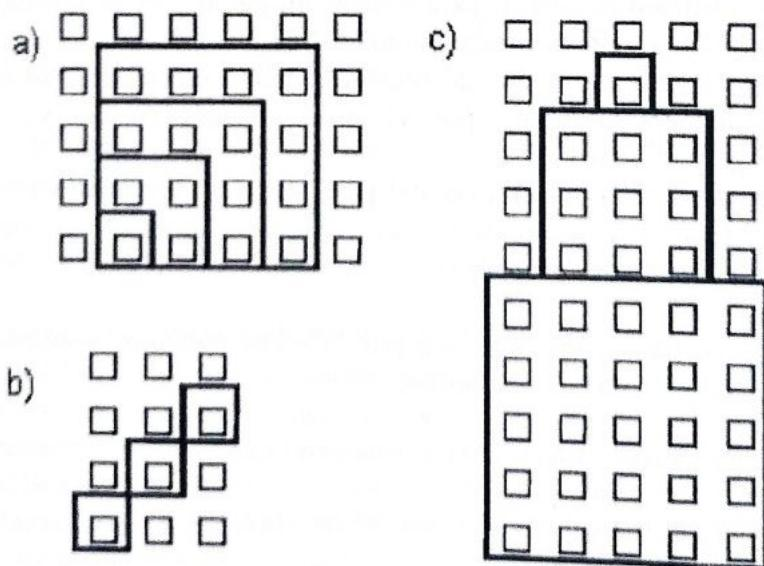

Figura 6.1: ¿Cómo se hace para que un mismo proceso sirva para realizar todos los cuadrados?
Analicemos la figura 6.1. En ella aparecen varios cuadrados de diferente tamaño. Básicamente, hay tres formas de resolver este tipo de problemas:
### Ejemplo 6.1: Programe al robot para que realice el recorrido a) de la figura 6.1.
Cuando el proceso cuadrado sea invocado y reciba en *lado* la longitud del lado que debe realizar, este valor será utilizado por la línea (2) para efectuar el recorrido pedido. La resolución del recorrido a) de la figura 6.1 utilizando este proceso es la siguiente:
**Ejemplo 6.2:** Programe al robot para que realice el recorrido c) de la figura 6.1.